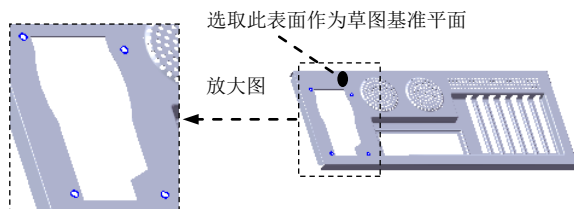
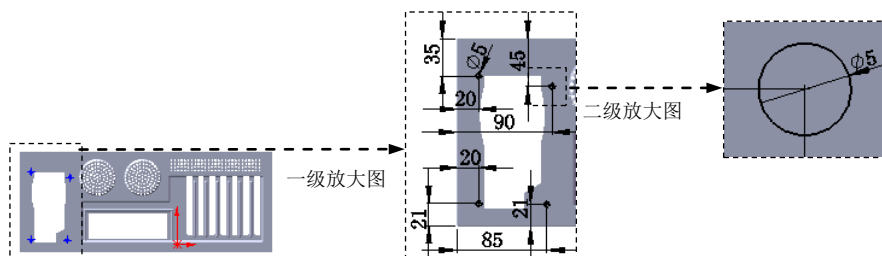

图 17.7.83 创建切除—拉伸 4
图 17.7.84 横断面草图
Step19. 创建图 17.7.83 所示的切除—拉伸 4。选取图 17.7.83 所示的面为草图基准平面，横断面草图如图 17.7.84 所示，详细操作过程参见 Step17。